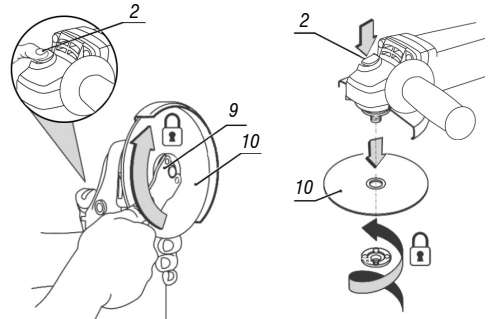

Fig. 7 – Substituição do disco
- Pressione o botão trava do eixo (2);
- Solte a porca com a chave (9);
- Retire o disco (10), Fig. 7;